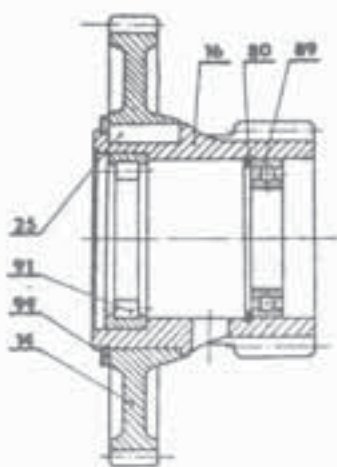

Рис.107.
5. В центральную шестерню 16 /рис.107/ вложить стопорное кольцо 80 и запрессовать подшипник 89.С противоположной стороны запрессовать наружное кольцо подшипника 91. В канавку вложить шпонку 25 и надеть шестерню 14 и фиксировать стопорным кольцом 99.